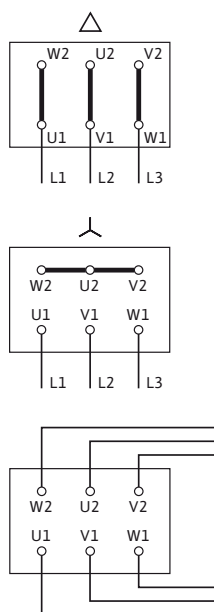

Fig. 12: Ligações de rede
- O esquema de ligações eléctricas encontra-se na tampa da caixa de bornes (ver também Fig. 12).
- A ligação de rede à placa de terminais depende da potência do motor P_2 , da tensão e do tipo de arranque. A ligação necessária das pontes de ligação na caixa de bornes deve ser consultada na seguinte tabela e fig. 12.